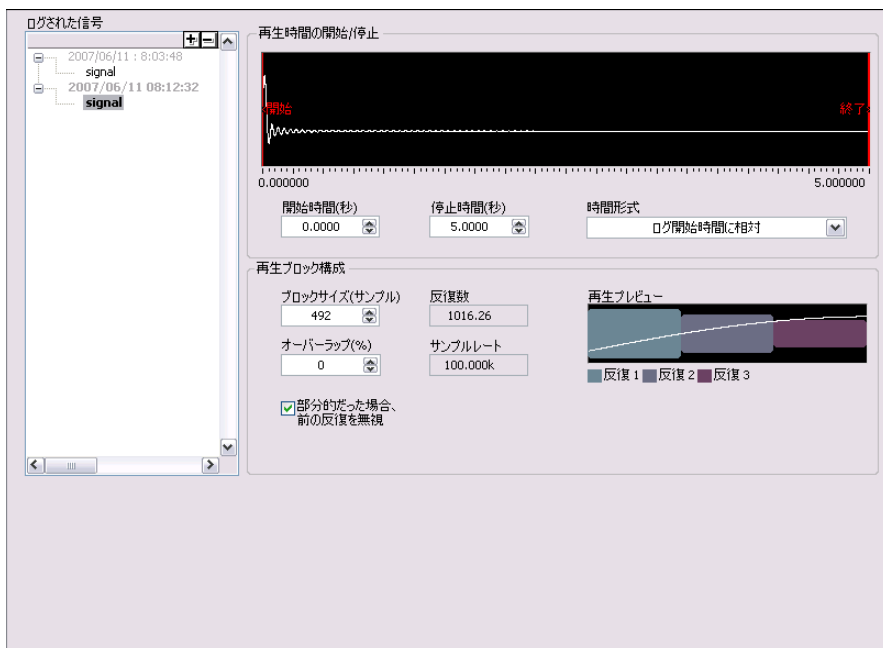

図 5-5 再生オプションビュー
1. 図 5-5 のように、再生オプションビューを開くには、**表示→再生オプション**を選択します。再生オプションビューで、ログデータのプレビュー、および再生や解析ステップへ送信を行うログデータのサブセットを指定できます。